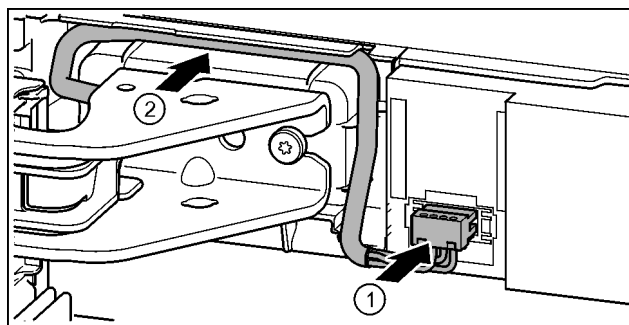

Fig. 42
- ▶ Stekker boven bovenste lagerbus vastklikken en de kabeldraad voorzichtig in de schacht plaatsen. Fig. 42 (1)
- ▶ Grijs kabel voorzichtig in de geleiding boven de bovenste lagerbus plaatsen. Fig. 42 (2)